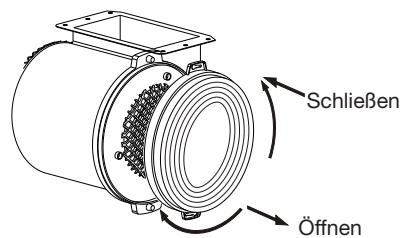

Abbildung 8
• INSTALLATION DES AKTIVKOHLEFILTERS (OPTIONAL) SIEHE ABBILDUNG 8
– Die Aktivkohlefilter (Abbildung 8) befinden sich an beiden Enden des Motors. Drehen Sie die Aktivkohlefilter gegen die Drehrichtung der Uhrzeiger, bis Sie sie abgeschrägt haben.